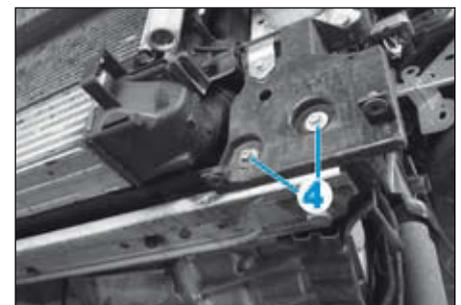

FIG.6
- les vis des fixations inférieures (4) (des deux côtés) (Fig.6).